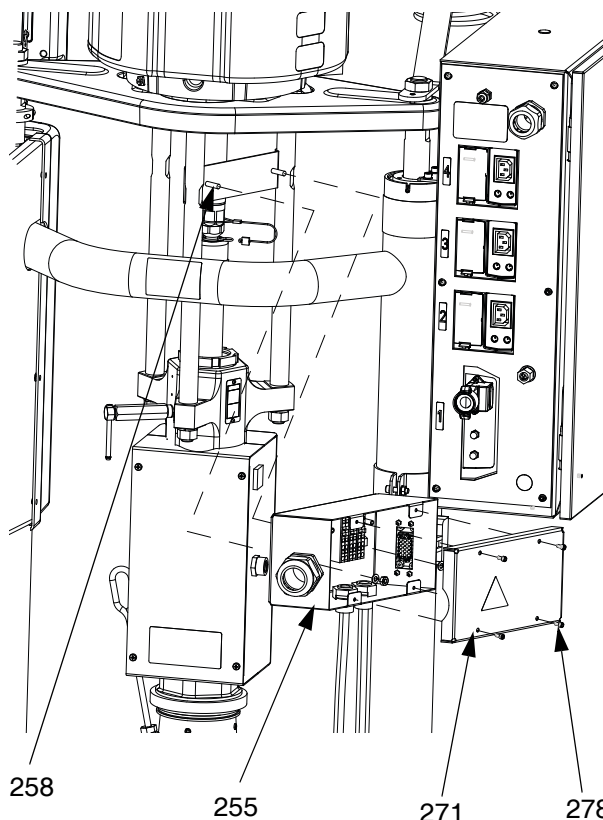

FIG. 36: Retiro de la caja de conexiones D60
Vuelva a instalar la caja de conexiones (255) en la ménsula (258). Use tornillos (278) para fijar la cubierta (271). Vea la FIG. 36.